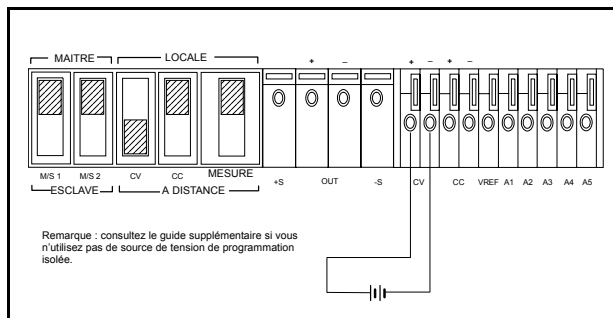

Figure 6. Programmation de tension à distance, tension constante
**Programmation à distance, tension constante.** La figure 6 indique les positions du commutateur de la face arrière et les connexions des bornes pour la commande de tension à distance de la tension de sortie. Une variation de 1 Vcc de la tension de programmation à distance produit une variation de la tension de sortie (gain en tension) telle que : E3614A : 0,8 Vcc, E3615A : 2 Vcc, E3616A : 3,5 Vcc, E3617A : 6 Vcc